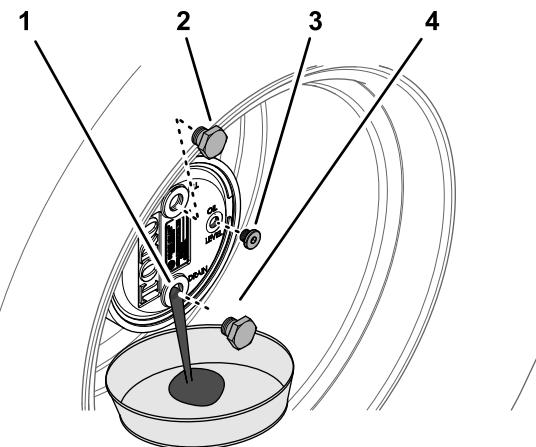

Bild 105
- Entfernen Sie die Füllschraube, die auf 12 Uhr steht, und die Prüfschraube, die auf 3 Uhr steht (Bild 105).
- Stellen Sie eine Auffangwanne unter die Nabe des Planetengetriebes, entfernen Sie die Ablassschraube, die auf 6 Uhr steht, und lassen das Öl vollständig ablaufen (Bild 105).
5. Setzen Sie die Ablassschraube in das Ablassloch des Planetengetriebegehäuses ein (Bild 105).